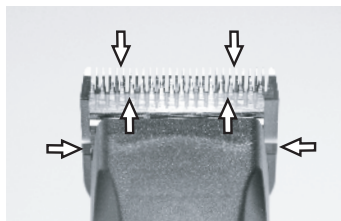

Fig. 24
For at opnå gode klipperesultater og forlænge klipperens holdbarhed er det nødvendigt at påføre et tyndt olielag mellem det øverste og nederste blad (fig. 24).
- ▶ Smør bladene tilstrækkeligt under klipningen (mindst hvert 15. minut), så de ikke bliver tørre (fig. 24).
Bladene skal smøre før, under og efter hver anvendelse. Når bladene på skærehovedet efterlader striber, betyder det, at de skal smøres igen. Påfør nogle få oliedråber foran og lateralt på klippebladene (se pile i fig. 24). Tør overskydende olie væk med en blød, tør klud. Smøringssprays sørger ikke for tilstrækkelig smøring, men har en kølende effekt på bladene. Udskift øjeblikkeligt beskadigede eller kærvede blade for at undgå skader.